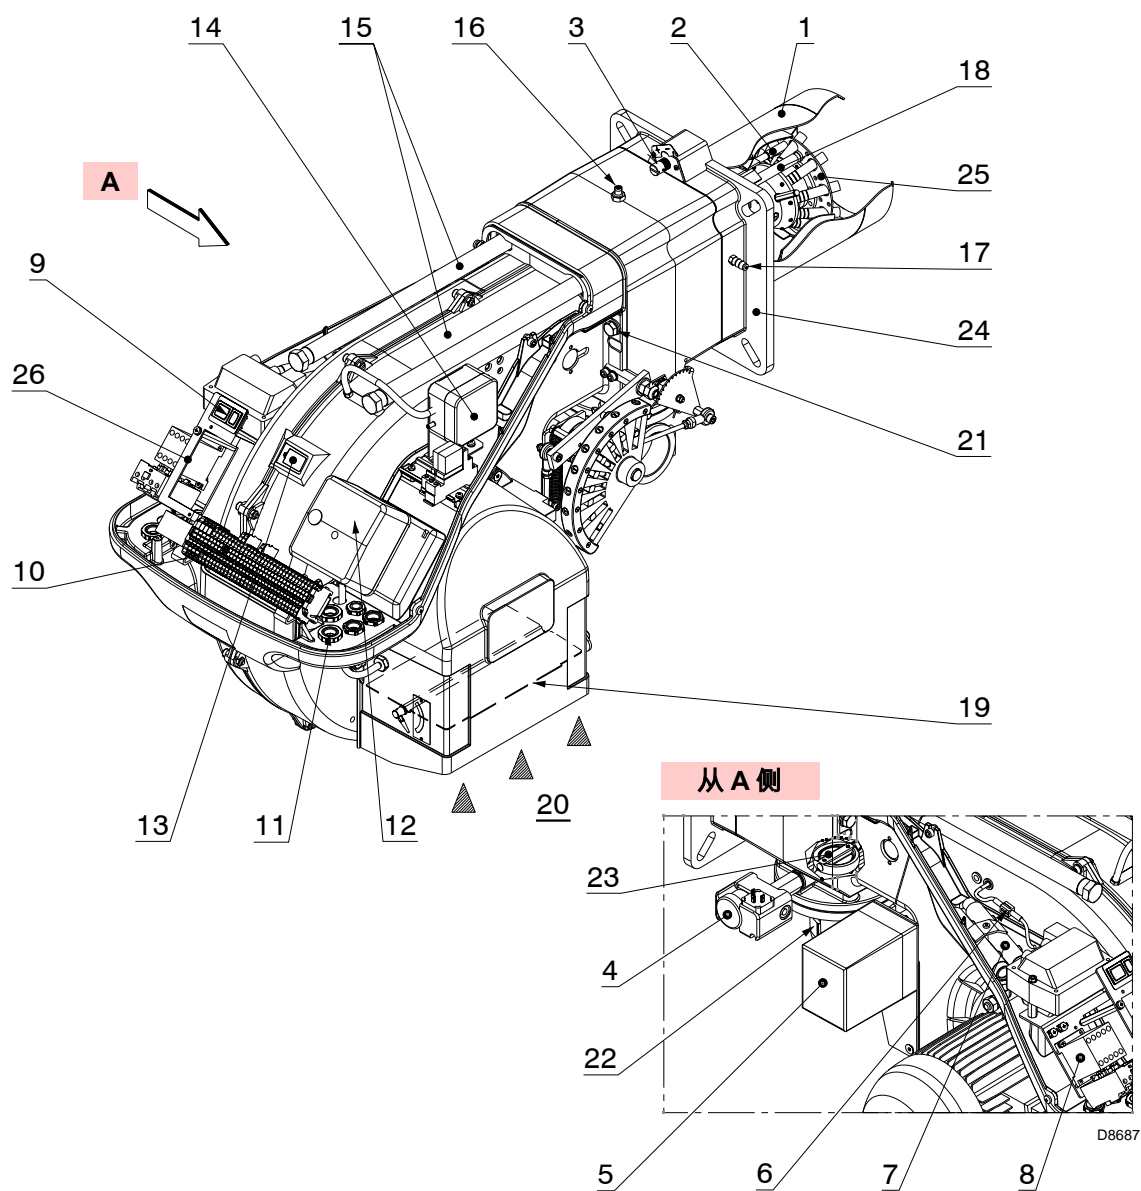

图 5
(1) 参考条件 : 环境温度 20°C - 燃气温度 15°C - 大气压力 1013 mbar - 海拔 0 m a.s.l.
(2) 燃烧头压力测试点 16) (Fig. 5) 处的燃气压力是炉膛压力为零且燃烧器处于最大出力状态时测得的。
(3) 噪声值于制造商实验室内的测试锅炉上测得 , 且燃烧器处于最大额定出力状态。